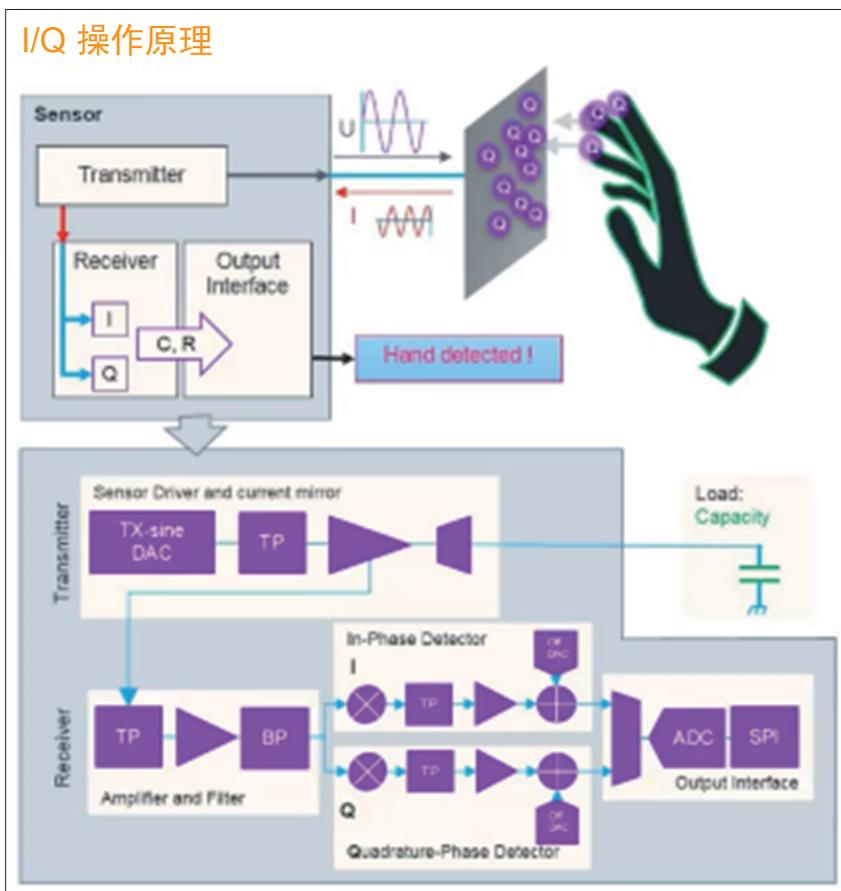

图 2: 艾迈斯欧司朗研发的新型阻抗计量解决方案 来源: 艾迈斯欧司朗
图 2 展示了艾迈斯欧司朗利用 I&Q 正交法进行电容检测的系统架构和工作原理。整个系统由传感器、发射器、接收器和输出接口组成。通过发送一个正弦波电流在负载上，负载由方向盘系统的本身阻抗及手握方向盘引起的阻抗变化所组成，通常来说，负载中的电阻的大小决定负载上的电压信号的幅度大小，而电容成份会决定负载上有信号相位的变化大小。负载上的电压信号经过采集放大和滤波后，输入到同相和正交解调器。同相解调器测量信号的同相分量 (I)，而正交相检测器测量信号的 90
- 文章最好配有2-4幅与内容有关的插图或图表。插图、图表按图1、图2、表1、表2等依次排序,编号与文中的图表编号一致。